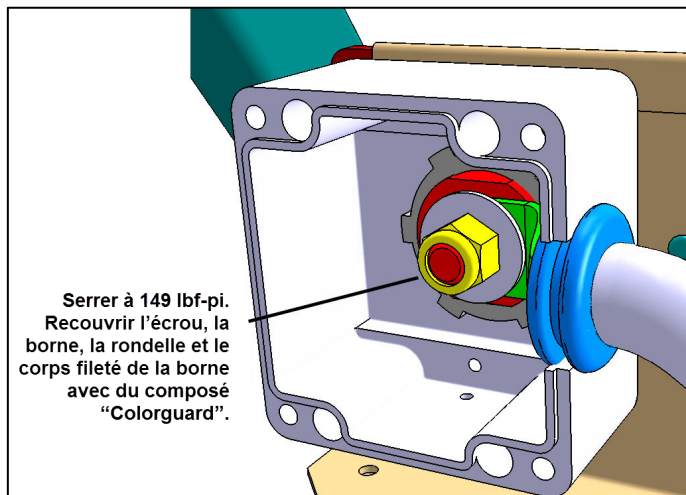

Figure 16
- B22. Installer le couvercle du boîtier avec les vis fournies. (Fig. 16).